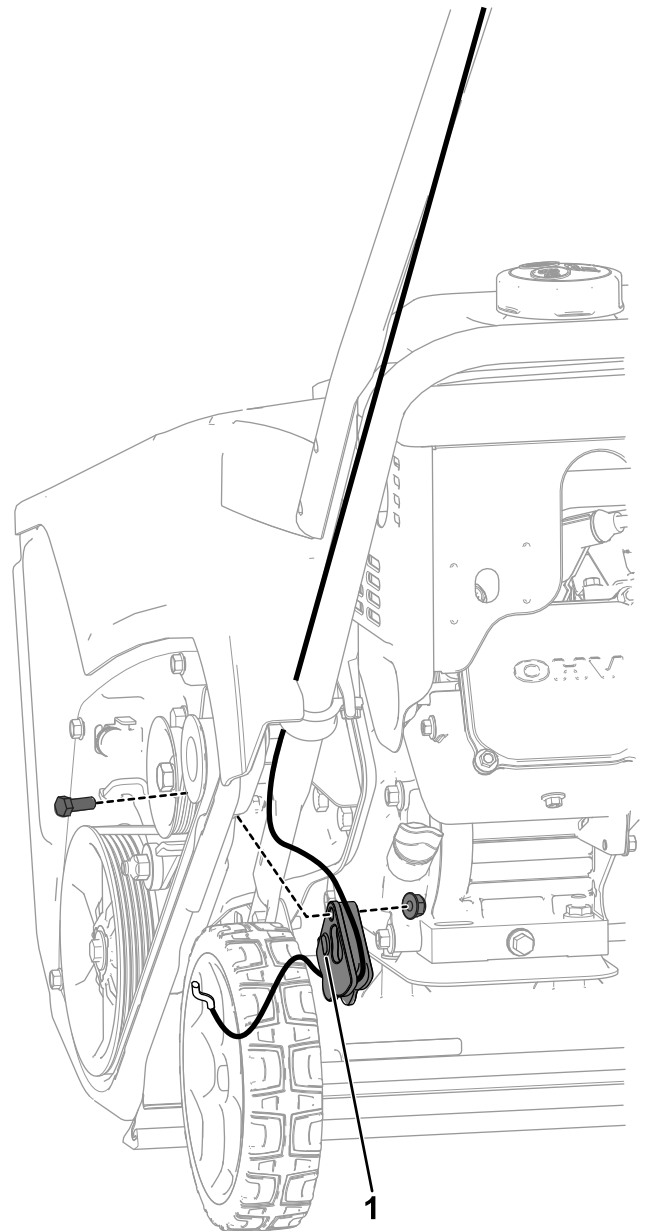

Bild 4
2. Befestigen Sie die Kabelführung mit der mitgelieferten Schraube und Mutter an der Maschine (Bild 4).